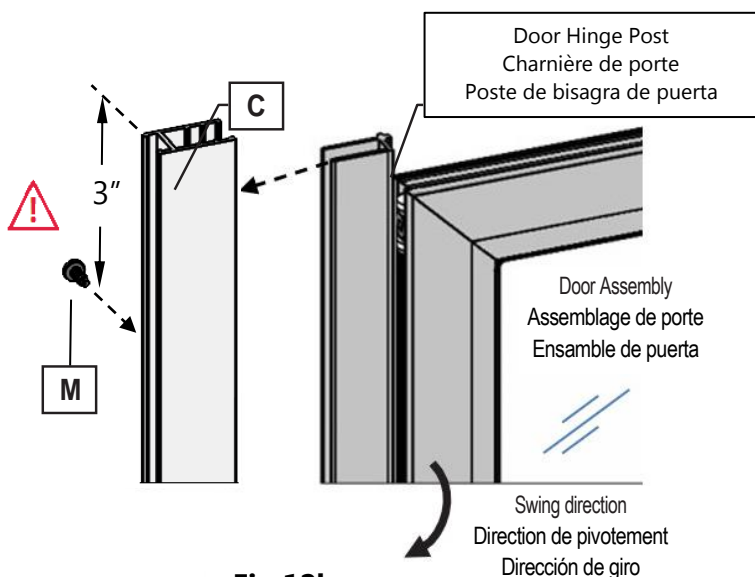

Fig 12b
2. Temporarily secure the Door Hinge Post to the Wall Jamb (C) from inside the shower with one #6 x 3/8" PHPT Adjustment Screws (M) Locate the screw at 3" from the top and 1/4" from the edge of the Wall Jamb (C). (Fig 12b/12c)
2. Fixez temporairement le montant de la charnière de la porte au montant du mur (C) depuis l'intérieur de la douche avec une vis de réglage #6 x 3/8" PHPT (M). Placez la vis à 3" du haut et à 1/4" du bord du montant de mur (C). (Fig 12b/12c)